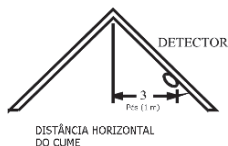

Figura 5: Local recomendado para montar detectores de fumaça e de calor em dormitórios com teto inclinado, a duas águas ou convexo.
- ◆ Se alguma das suas habitações tem tetos inclinados, convexas ou a duas águas, procure montar os detectores de fumaça e de calor a 0.9 metros do ponto mais alto do teto, medidos horizontalmente, como se sugere na Figura 5.